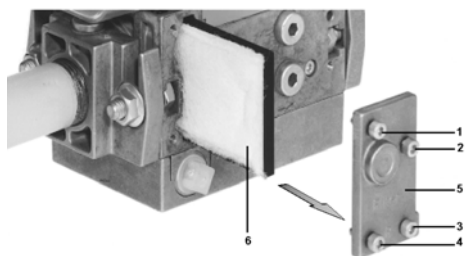

Fig. 53
- 2 Lösen Sie die Schrauben 1 ÷ 4 mit einem Sechskantschlüssel Nr. 3 und entfernen Sie die Abdeckung des Filters 5 auf Fig. 53.